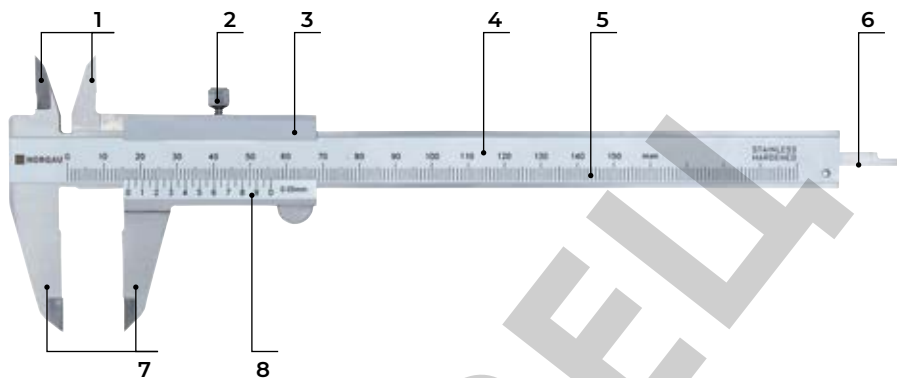

Рисунок 4. Основные части штангенциркулей модификации двусторонние с глубиномером
8.2.2. Штангенциркули модификации двусторонние с глубиномером состоят из следующих частей (рисунок 4):